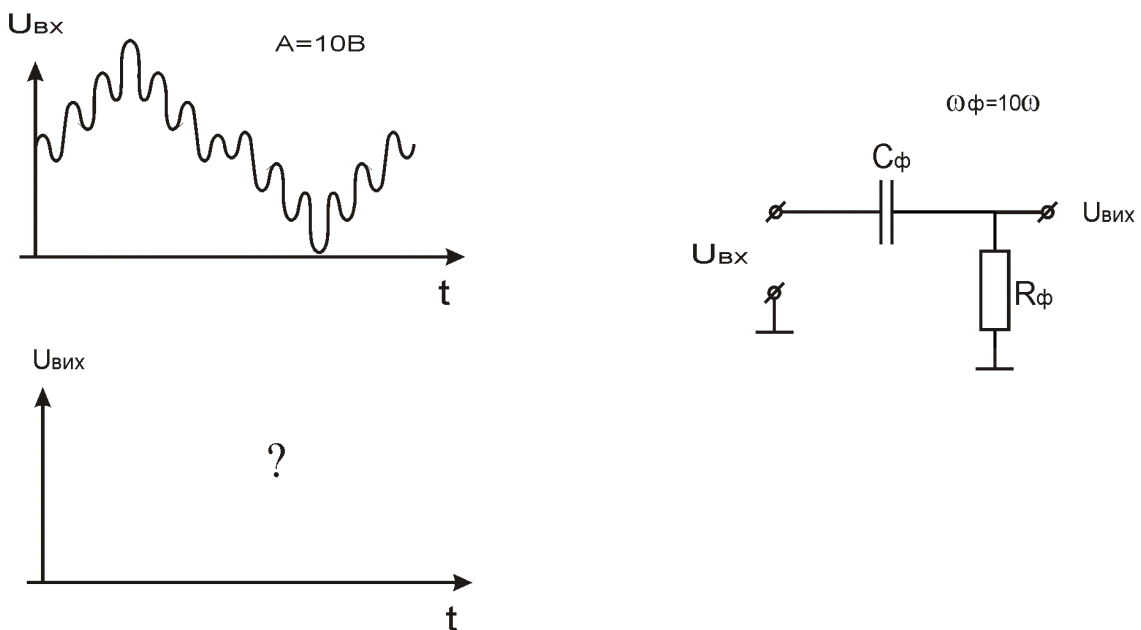

Рисунок 3.7
7. Визначити вихідний сигнал (рисунок 3.7).